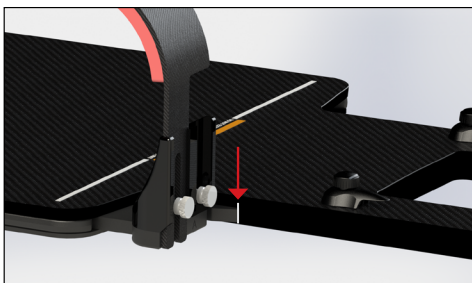

Fig. 2
4. Rita en liten vertikal linje med en blyertspenna där spetsen på Shoulder-Loc är i linje med enheten (Fig. 2).